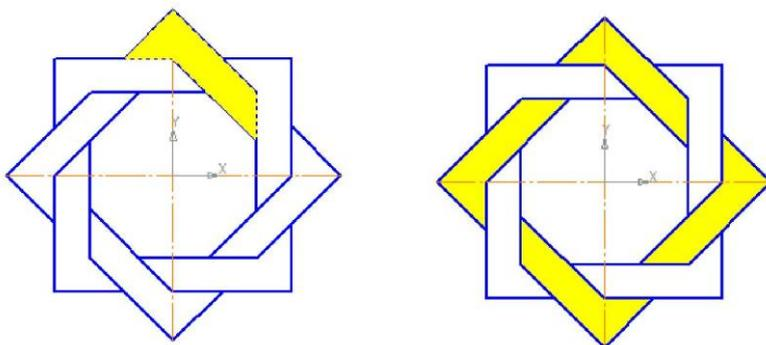

Рис. 16 Рис. 17
- укажите точку внутри области, которую нужно залить. Система автоматически определит ближайшие возможные границы, внутри которых указана точка, и зальет данную область (рис. 16);